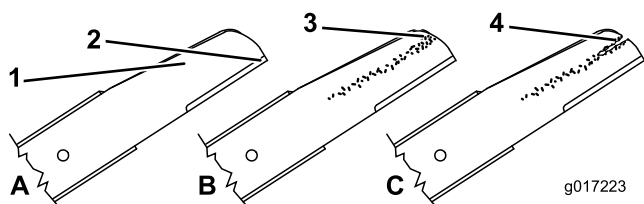

Рисунок 41
1. Осмотрите режущие кромки (Рисунок 41). Если кромки не острые или зазубренные, снимите ножи и заточите или замените их.
2. Осмотрите ножи, обратив особое внимание на состояние их фигурных частей (Рисунок 41).
Примечание: При обнаружении повреждений, износа, образования бороздки на этих частях (Рисунок 41) немедленно замените нож новым.